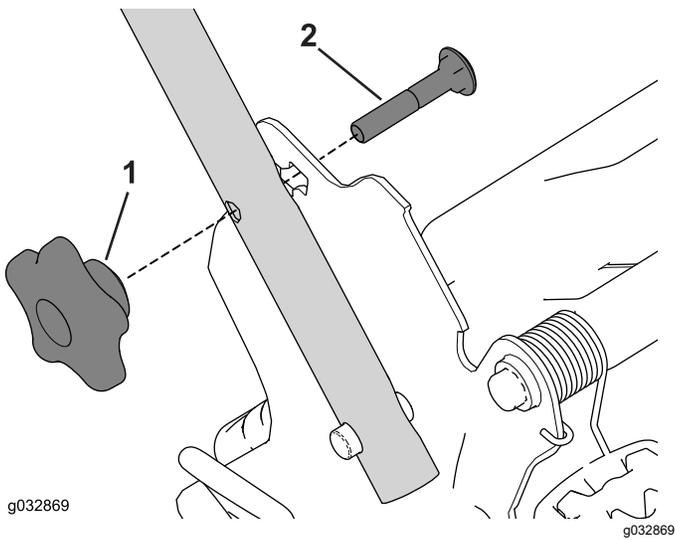

**Figura 21**
1. Retire el botón de arranque eléctrico (Figura 21).